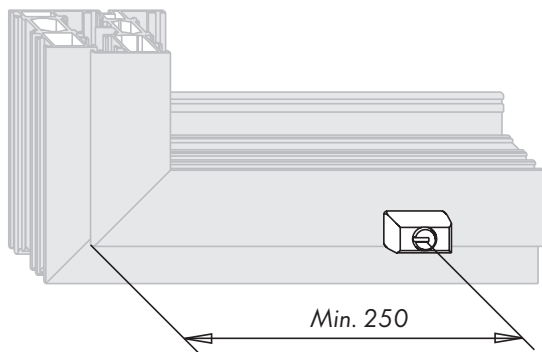

Bild 1
Flügel	Drehsperre ALU (1) in vorgesehene Bohrung $\varnothing 12,5$ ¹⁾ ($\varnothing 13,5$ ²⁾) (Bild 1) positionieren und mit Zylinderschrauben (2) befestigen (Drehmoment $2,5 \pm 0,25$ Nm).